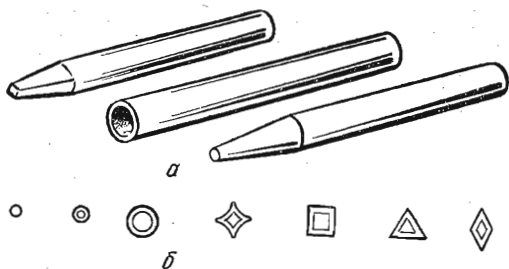

Рис. 19. Пуансоны:
*Пуансоны* (рис. 19), представляющие собой стержни и трубочки различного диаметра, предназначены для нанесения оттисков в виде точек, окружностей на технических тканях, коже и кожзаменителях. Стержни изготовляют из прутковой стали различного диаметра, аналогично штампам. Для контурных пуансонов используют трубочки из стали, меди, латуни разных диаметров, одному из концов которых придают нужную конфигурацию. Пользуются пуансонами, как и штампами.